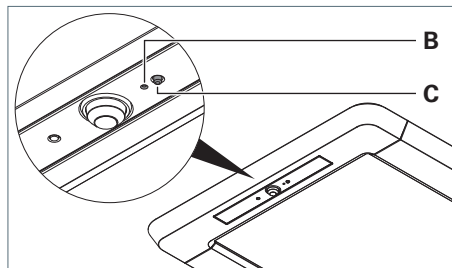
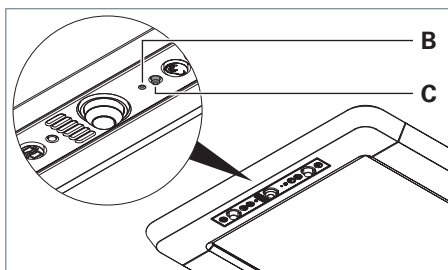

Fig. 34: Configurare l'elemento di comando, versione R.
Fig. 35: Configurare l'elemento di comando, versione RX.
- Premere il tasto nell'apertura **B** con la punta di una graffetta aperta, vedere Fig. 34 e vedere Fig. 35.
- Premere il tasto **C**, vedere Fig. 34 e vedere Fig. 35.
- Premere il tasto **C** e mantenerlo premuto, vedere Fig. 34 e vedere Fig. 35.